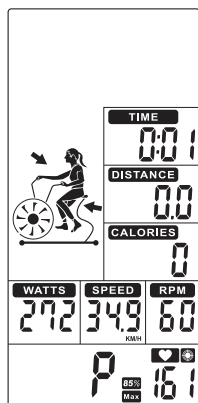

FIGURA 46
- Cuando comience a entrenar, MAX HR (PANTALLA 7) se enciende alternando entre 65% y 85%. TIEMPO (PANTALLA 3), DISTANCIA (PANTALLA 4), CALORÍAS (PANTALLA 5), WATTS (PANTALLA 6), VELOCIDAD (PANTALLA 2) y RPM (PANTALLA 1) se utilizará para calcular el valor de entrenamiento (Figura 46).